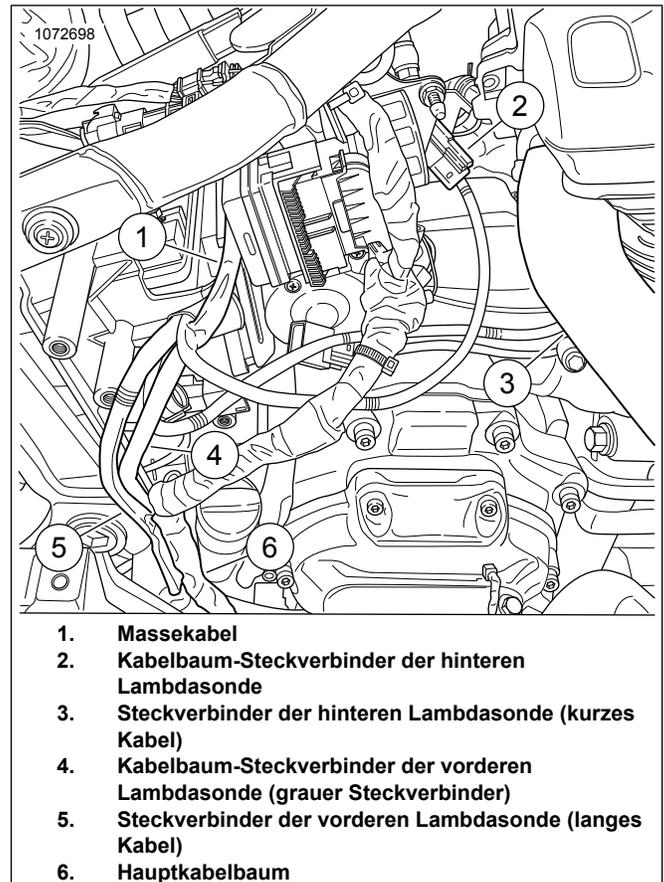

Abbildung 24. Verlegen des ATM-Kabelbaums
16. Siehe Abbildung 24 und Abbildung 25. Den Kabelbaum der vorderen Lambdasonde mit dem grauen Steckverbinder (4) aus dem Batteriefach führen:
- a. Hauptkabelbaum (6) ermitteln.
- b. Den Kabelbaum (4) mit dem grauen Steckverbinder entlang des Hauptkabelbaums (9) nach vorne zum Steckverbinder des Hauptkabelbaums führen.
- d. Bei Bedarf den Kabelbaum an der Innenseite der rechten Rahmenschiene (8) mit Kabelbindern befestigen.
17. Den Steckverbinder (2) des schwarzen Kabelbaums zum Hauptkabelbaum führen. Die Farben der Steckverbinder müssen übereinstimmen: Schwarz mit schwarz verbinden.
- a. Den Steckverbinder-Kabelbaum (5) der vorderen Lambdasonde aus dem Batteriefach führen.
- b. Hauptkabelbaum (6) ermitteln.
- c. Den Kabelbaum (5) entlang des Hauptkabelbaums zur vorderen Lambdasonde (7) verlegen.